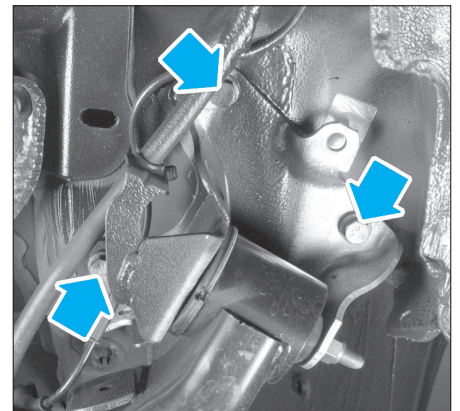

FIG. 21
- Déposer les vis de fixation du train arrière sur la caisse (Fig.21).